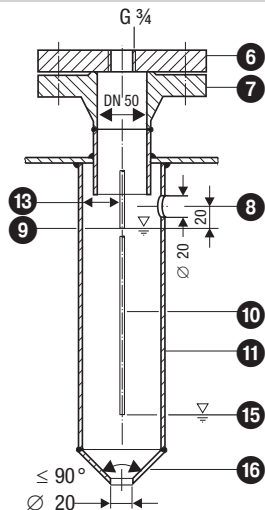

Fig. 4 Tubo de protección (a cargo del cliente) para montaje interior
- Un electrodo de nivel NRG 26-21 puede montarse con un electrodo de nivel GESTRA, con un interruptor de nivel o un transmisor de nivel en un tubo protector común o en un recipiente de medición (diámetro interior DN80/DN100). **Fig. 4 - 7.** Para un montaje en el interior, la distancia mínima entre el electrodo de nivel para la limitación del nivel de agua y el orificio de compensación debe ser de 40 mm.